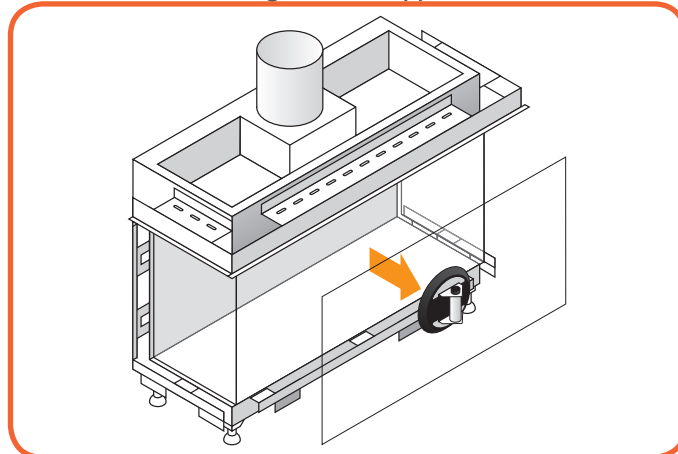

Figura 10.8 - Rimozione del vetro frontale
- Sollevare leggermente il vetro e inclinarlo facendolo passare attraverso l'apertura (vedi *Figura 10.8*).